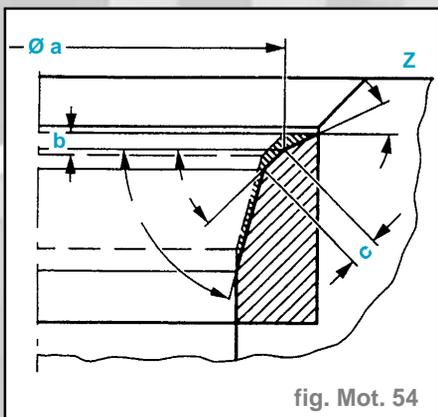

fig. Mot. 54
**Siège de soupape d'admission : rectification (fig. Mot. 54)**
**Siège de soupape d'échappement : rectification (fig. Mot. 54)**